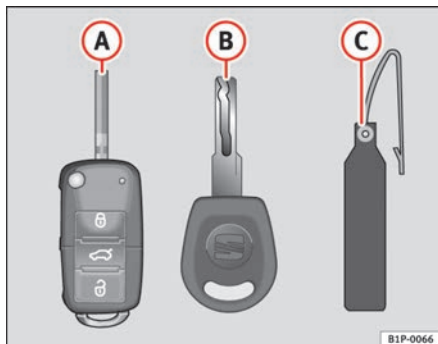

Abb. 54 Schlüsselsatz
- einen Funkschlüssel ⇒ Abb. 54 **A** mit ausklappbarem Schlüsselbart*,
Nur anhand der Schlüsselnummer auf dem Kunststoffanhänger ⇒ Abb. 54 **B** können Schlüssel nachgemacht werden. Deshalb: